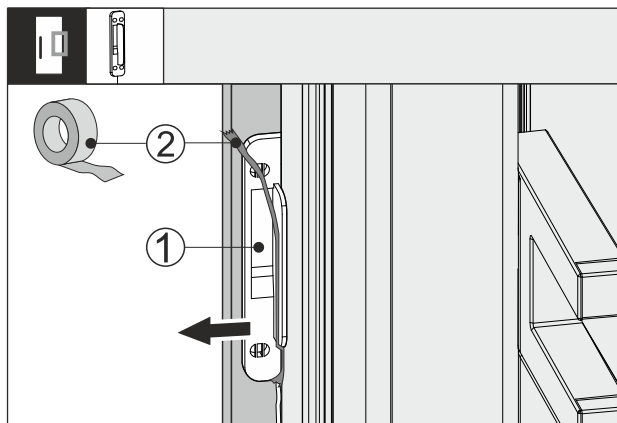

Fig. 64
- ▶ Nuklijuokite lipnią juostą Fig. 64 (2) nuo stuksenimo jutiklio Fig. 64 (1).